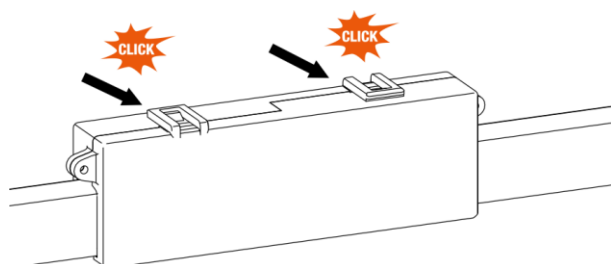
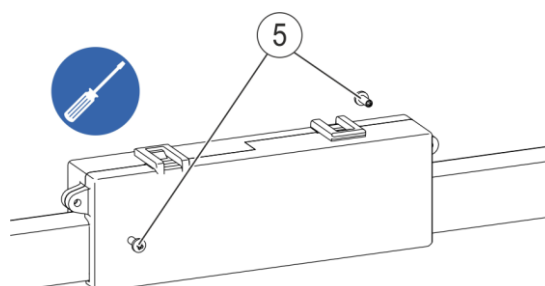

Fig. 80 : Enclencher les moitiés de capuchon des éléments de liaison
Fig. 81 : Visser les moitiés de capuchon des éléments de liaison
- Accrocher les moitiés de capuchon (pos. 4) de l'élément de liaison sous le rail et les fermer au-dessus du joint du rail (voir Fig. 80). Visser les moitiés de capuchon des éléments de liaison avec les deux vis autotaraudeuses (pos. 5) sur les languettes en plastique latérales (voir Fig. 81).